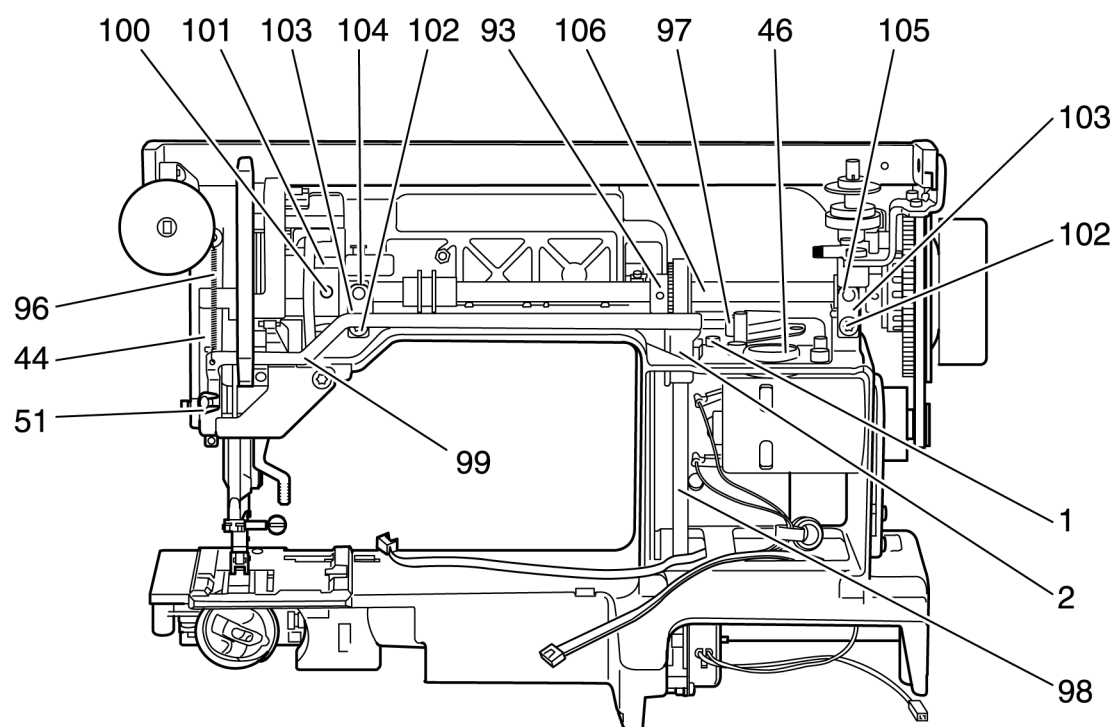

Рис. 75
- Ослабьте крепежный винт 1 натяжного ролика 2 (рис. 75).
- Расцепите пружину растяжения 96 на стержне игловодителя 44 (рис. 75).
- Ослабьте винт 100 в кривошипе главного вала 101 (рис. 75).